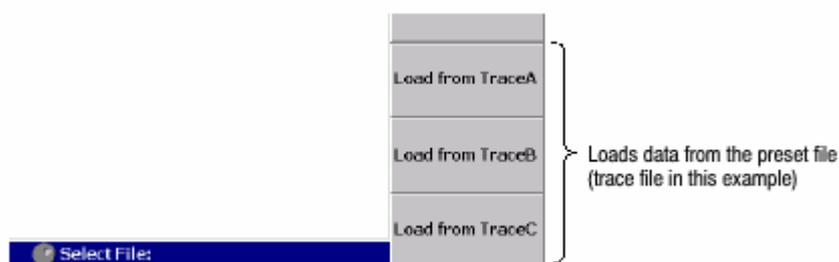

图 3-77 从重置文件加载（屏幕右下部）
4. 按步骤 4 选择你已保存的重置文件，按压 Load from 文件名来加载数据（见图 3-77 实例）。文件扩展名根据文件类型自动加载。